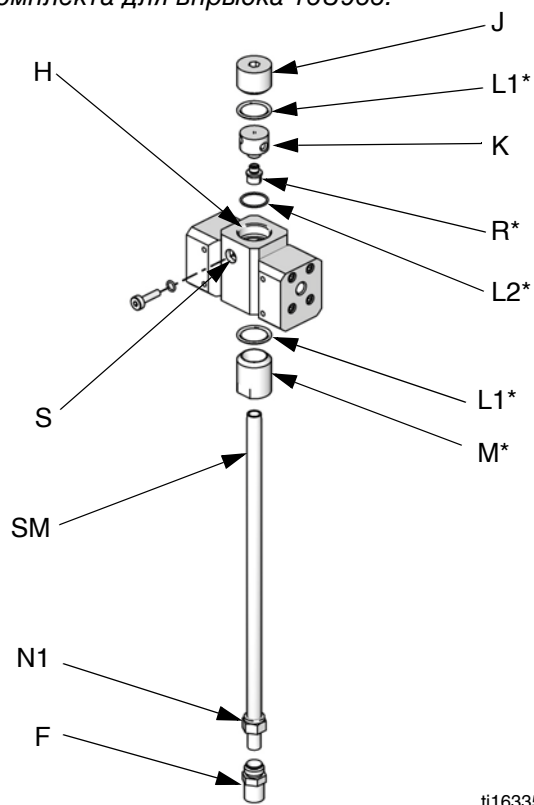

Рис. 8. Установка комплекта для впрыска 15U955
2. Ослабьте гайку статического смесителя (N1). Извлеките и сохраните статический смеситель (SM).
3. Ослабьте гайки сифонной трубы (N2 и N3). Отбракуйте сифонную трубу (С) и фитинг статического смесителя (D).
4. Снимите и сохраните фитинг 1/4 нрт (внешн.) (F). Снимите интегратор (G) и отбракуйте его.
5. См. Рис. 8. Снимите оставшиеся детали с корпуса ограничителя (H). Сохраните заглушку (J) и основание (K). Отбракуйте все использованные уплотнительные кольца.
6. Поверните корпус ограничителя (H) на 180° так, чтобы установочный болт (S) оказался слева сверху (см. Рис. 8). Вывинтите и сохраните два установочных болта (S). При обратной сборке эти болты будут поменяны местами.
7. Установите одно большое уплотнительное кольцо (L1*) в корпус (H). Ввинтите насадку для впрыска (M*) в корпус.
8. Определите необходимый диапазон потока жидкости, соответствующий особенностям использования оборудования для ваших нужд. Выберите ограничитель, размер которого соответствует необходимому потоку и соотношению смешивания, руководствуясь информацией раздела **Графики выбора ограничителя при динамическом дозировании**, стр. 61–65. Установите ограничитель (R*) в основание (K).
9. Соберите вместе малое уплотнительное кольцо (L2*), ограничитель (R*) и основание (K), одно большое уплотнительное кольцо (L1*) и заглушку (J) (см. рис.).
10. Установите два установочных болта. Установите длинный установочный болт (S) в переднюю часть корпуса для облегчения доступа.